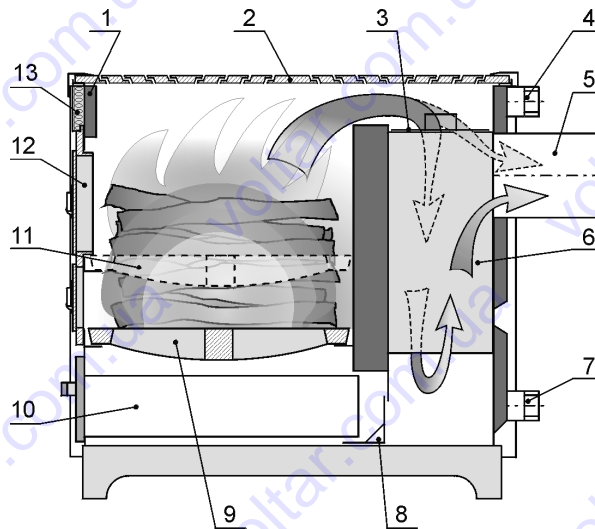

Рис. 1
Корпус котла (п.1 см. рис.1) сварен из листовой стали и имеет полости, в которых подогревается вода. Под колосниками (п.9) имеется камера для сбора пепла. В передней части котла вмонтированы чугунные дверки топки (п.12) и дверки для камеры пепла (п.10). Верхняя часть корпуса котла закрыта чугунной плитой с конфорками (п.2).
5.2 Разжигание котла (рис.1)
Пополняя топливо, для того, чтобы дым не проник в помещение, рекомендуется открыть заслонку розжига (рис.1, п.3), осторожно открыв дверцы пополнить топливо. Пополнив топливом, закройте дверцы и заслонку розжига.
* Крышка удаления золы (п.8) (см. рис. 1) и подчеркнутое примечание в пункте 5.2